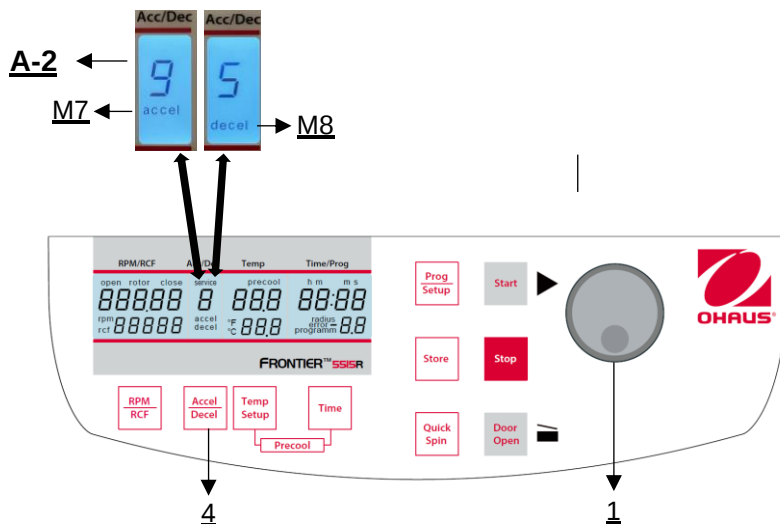

Abbildung 17
Diese Funktion wird über die Taste **"Accel/Decel"** (4) aktiviert (siehe Abbildung 17).